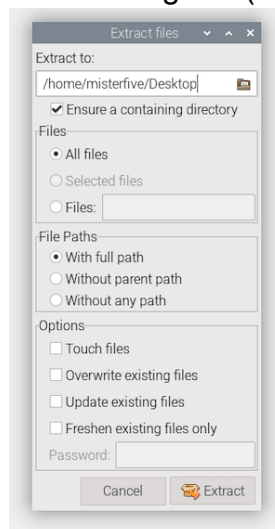

Figure 30. Menu « Extract Files » (Menu d'extraction de fichiers) Raspberry Pi.
- c. Décompressez les fichiers de code sur votre appareil en cliquant avec le bouton droit sur le fichier RetlNaBox-main.zip et en sélectionnant « Extract to » (Extraire vers). Choisissez votre « Desktop » (Bureau) comme emplacement d'enregistrement et laissez les autres options par défaut, comme indiqué ci-dessous (**Fig. 30**). Un dossier nommé RetlNaBox-main sera alors créé sur votre « Desktop » (Bureau). Ne modifiez pas ce dossier et ne le déplacez pas. Vous pouvez maintenant fermer le « File Manager » (l'explorateur de fichiers).